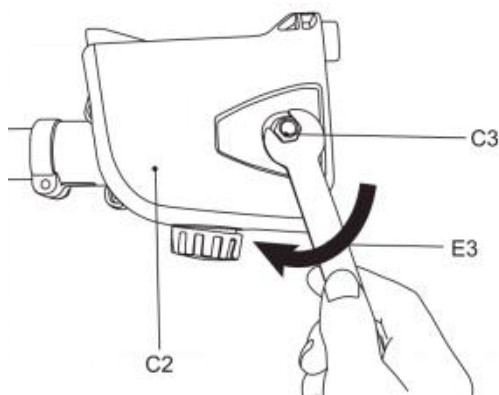

Fig. 12
8) Sätt tillbaka locket (C2), montera det bakre delen av locket och sedan det främre. Se till att stiftet sitter på plats. Dra åt den återstående muttern (C3) lätt med hjälp av monteringsnyckeln (E3) (bild 12). Dra inte åt muttrarna helt eftersom sågkedjan måste spännas först.